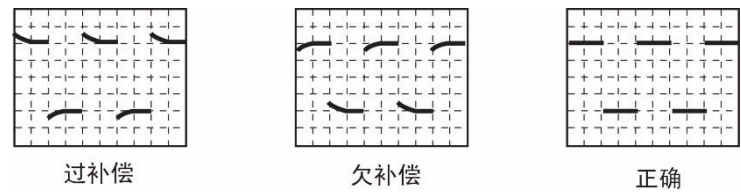

图 5-4 探头补偿信号
(3) 接入探头补偿端信号后，点击【Auto Setup】一键捕获波形，此时屏幕上可能会出现图 5-4 所示三种波形其中一种，探头补偿端方波幅值约为 3V，频率为 1KHz。
为何会出现如图 5-4 所示的过补偿和欠补偿现象。原因是没有对探头进行低频补偿调节，使用任一无源探头与示波器首次相连均须进行低频补偿，以便与示波器通道的输入特性匹配，否则可能导致显著的测量误差。以标配的无源探头 ZP1025SA 为例说明低频补偿步骤。
- (2) 波形在屏幕上显示 2~3 个信号周期且信号所占垂直刻度为 2 至 6 格。可以在示波器的屏幕上看到如图 5-4 所示三种波形其中的一种，若出现过补偿和欠补偿现象则需要进行探头的低频补偿调节。